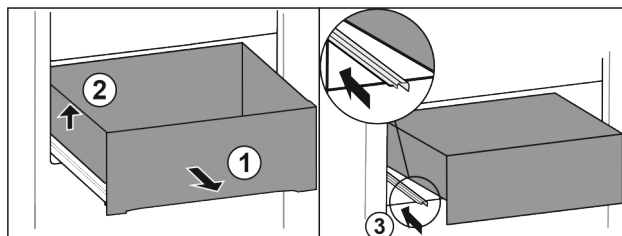

Fig. 113
- ▶ Trekk ut skuffen til anslag. Fig. 113 (1)
- ▶ Løft skuffen til venstre. Fig. 113 (2)
- ▶ Skyv inn venstre skinne. Fig. 113 (3)